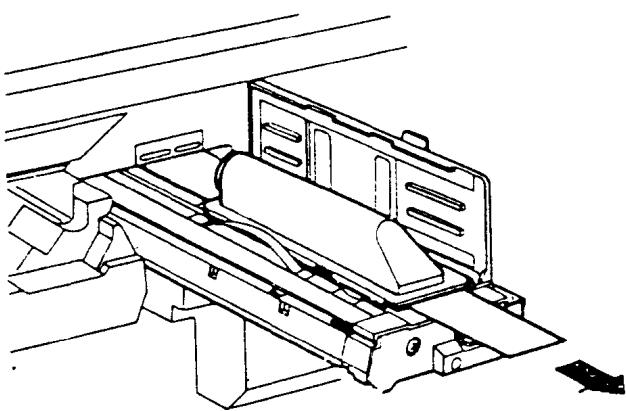

图 1-1-6
(1) 拉出复印机的电源电缆。卸下右面板和后板。拆卸遮板，用螺丝钉将图像编辑组件的接地板固定在底板上。如图 1-1-6 所示。